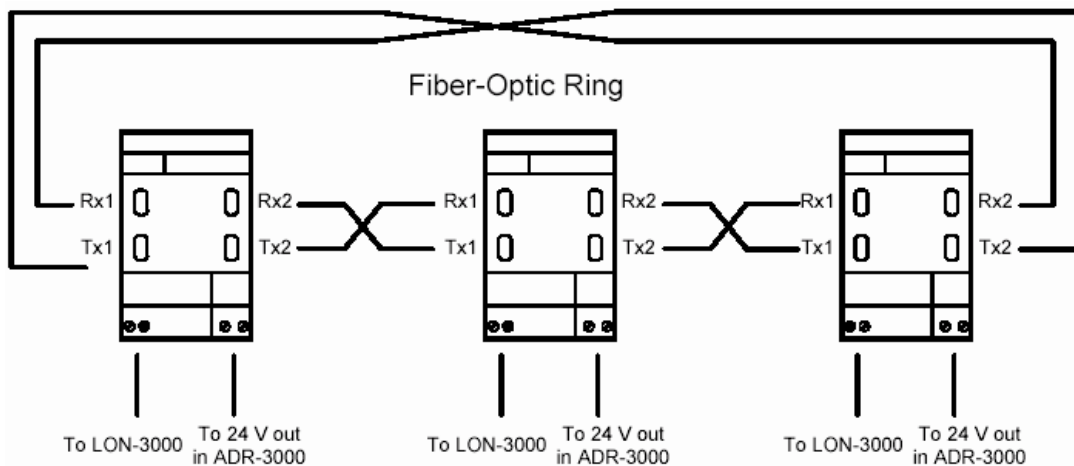

Figure 7. Fiber optic connection
2. Подключить оптоволоконный кабель к LR-01 как показано на рис. 7.